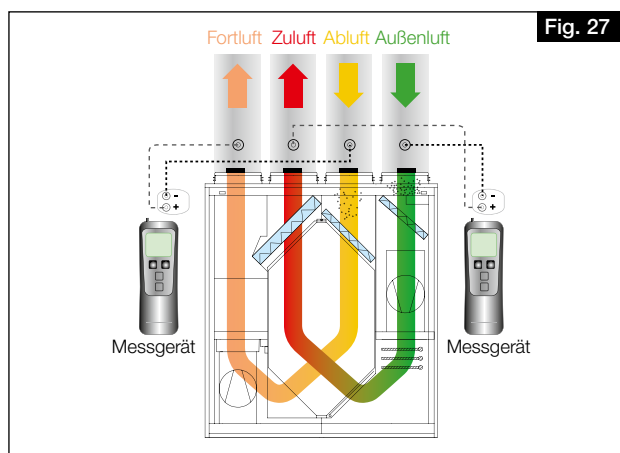

Fig. 27
1. Installer les manchons de mesure de pression dans les conduits de soufflage, d'extraction, de rejet et d'air extérieur de l'appareil (voir Fig. 27).
- ① Garder une distance droite d'environ 20 cm par rapport au manchon de mesure !